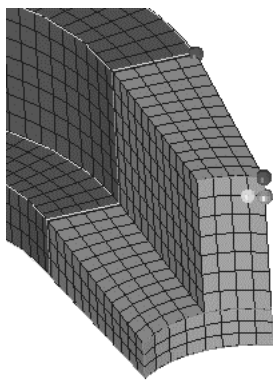

图 5-37 创建直臂六面体网格
- (6) 在 density= 栏中输入 12。此栏表示在两个壳单元之间生成的网格数。
- (7) 单击 solids 按钮完成网格划分，如图 5-37 所示。